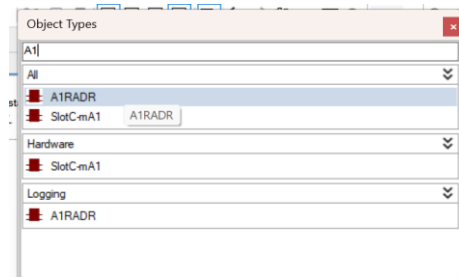

Imagen 292_ Selección del bloque AIRADR.
4.2.4 Vamos a añadir el bloque “AIRADR” como se muestra en la **Imagen 292**, desde el buscador ingresamos su nombre para mayor facilidad. El cual realizará el registro de perturbaciones en canales analógicos del 1 al 12.